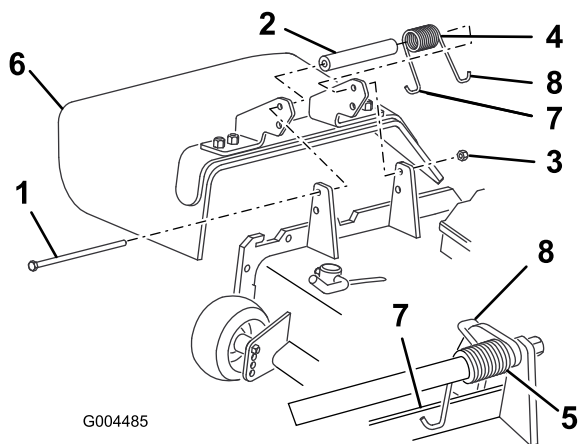

図 71
注 ボルトを取り付ける前に、スプリングのJ字フックがデッキの後部エッジに図 71のように取り付けられていることを確認してください。
4. ボルトとナットを取り付ける。スプリングの右側のフックを、デフレクタに引っ掛ける図 71。
2. デフレクタをピボットブラケットに固定しているロックナット、ボルト、スプリング、スペーサを外す(図 71)。デフレクタを取り外す。
3. デフレクタのブラケットの間にスペーサとスプリングを入れる(図 71)。スプリングの左側のフックを、デッキのエッジに引っ掛ける。